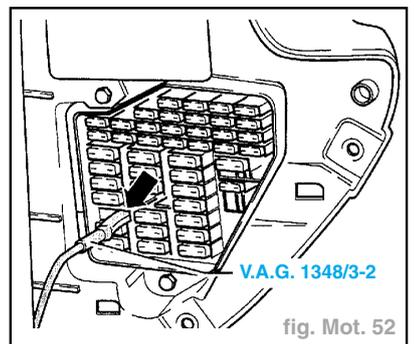

fig. Mot. 52
- Retirer le fusible n°28 de son support (rangée gauche, 5ème grand fusible en partant du haut) (fig. Mot. 52).